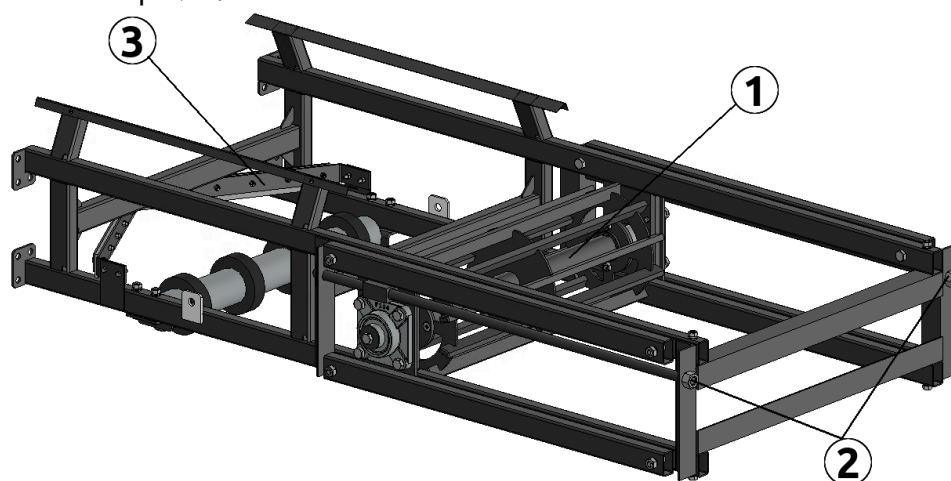

Рисунок 4.8
**Натяжная секция** (рис. 4.8) служит для удержания ленты в натянутом состоянии и регулировки ее смещения.